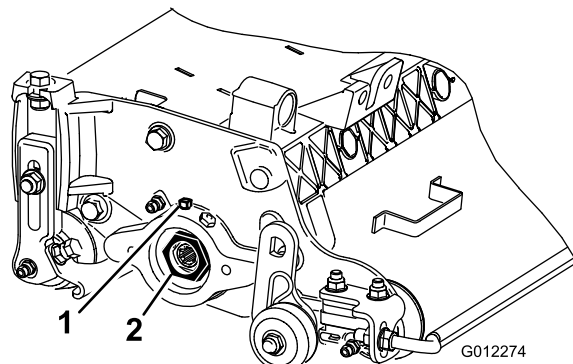

図 10
- A. カッティングユニットの左側にあるベアリング・ハウジングにベアリング調整ナットを固定している固定ネジをゆるめる（図 10）。